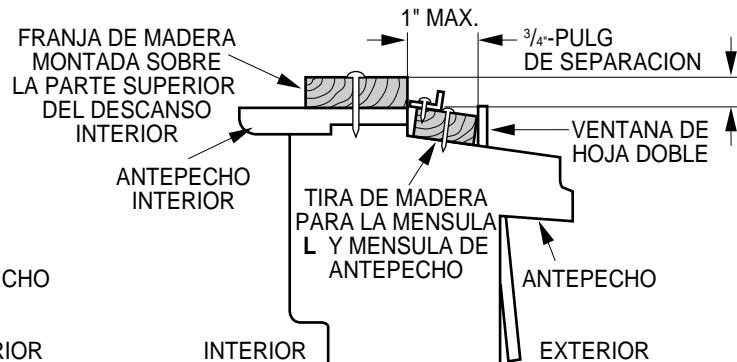

Fig. 5-2
2. Si la sobre-ventana estorba colóquese una tira de madera de 2" pulg de ancho a lo largo del descanso de la ventana por la parte que de internamente al cuarto, y en toda su extensión. La tira de madera debe ser lo suficientemente gruesa para elevar el descanso de la ventana, de tal manera que la unidad de aire acondicionado pueda ser instalada sin interferencia del marco de la sobre-ventana (storm window). Ver Fig. 5-2. La parte superior de la tira de madera debe estar aproximadamente a $\frac{3}{4}$ " de pulg más alta que el marco de la sobre ventiana, (storm window) para ayudar a que el agua de condensación de la unidad fluya hacia afuera.
3. Instale una segunda tira de madera (aproximadamente 18" pulg. de largo, 1-1/2" pulg de ancho y mismo espesor que la primeratira de madera) en el centro del descanso exterior, póngala contra la parte posterior del descanso interior. Esto elevará la mensula L como en la Fig. 5-2.